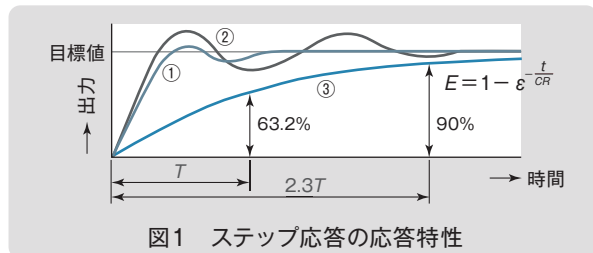

図1 ステップ応答の応答特性
エム・システム技研製のほとんどのアナログ式信号変換器は、定常状態に達するまでに時間がかかりますが、オーバーシュート(図1の①の応答特性)やリングング(図1の②の応答特性)など振動的な応答にならないように1次遅れ応答特性(図1の③の応答特性)のローパスフィルタに近い特性をもっています。
なお、目標値の90%に到達するまでの応答時間は、式1の時定数  $T$  の約2.3倍(約  $2.3T$ ) になります(図1参照)。